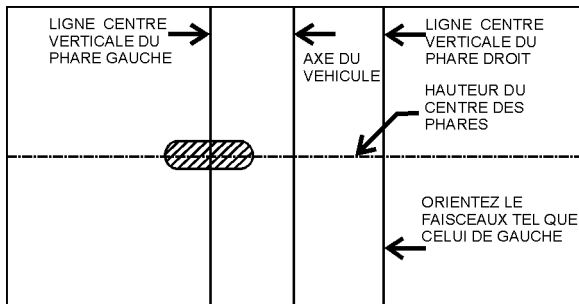

FIGURE 103 : POSITIONNEMENT CORRECT SUR L'ÉCRAN DE LA ZONE LONGUE PORTÉE DES FEUX DE ROUTE
4. Les feux de route sont orientés de sorte que le centre de la zone longue portée se trouve à l'horizontale et tout droit à la verticale (Figure 103).